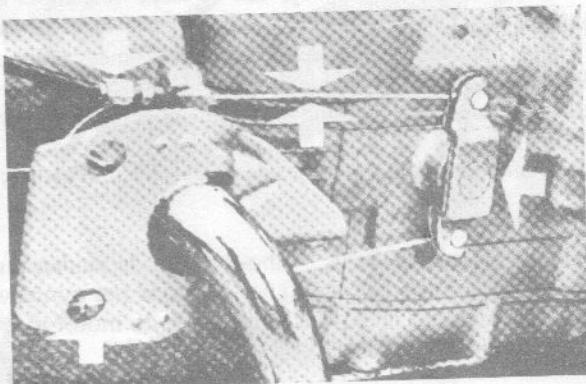

Fig. 6
- Instellen met stelbouten (fig. 6).